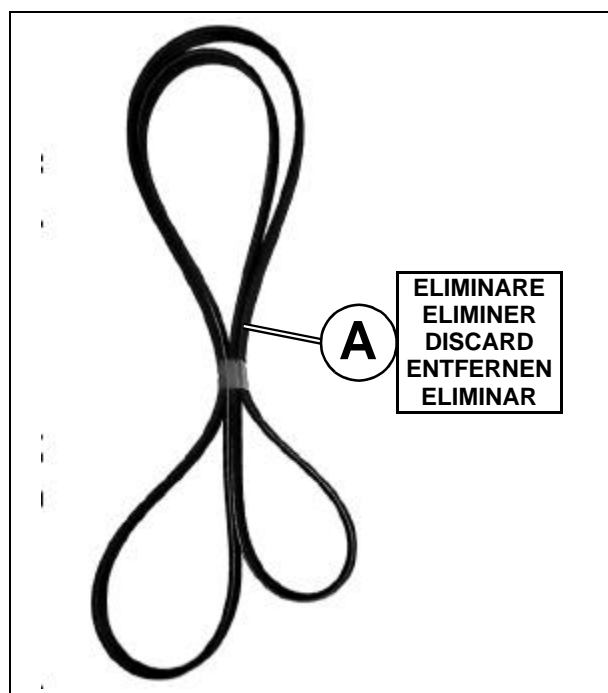

FIG.2A
- Smontare ed eliminare la cinghia di trasmissione (part. A di fig. 2A).
- Déposer et éliminer la courrie de transmission (part. A de la fig.2A)
- Desmontar y eliminar la correa de transmision (part. A de fig.2A)
- Remove and discard the transmission belt (detail A in fig.2A).
- Antriebsriemen (Teil A der Abb.2A) ausbauen und entfernen.